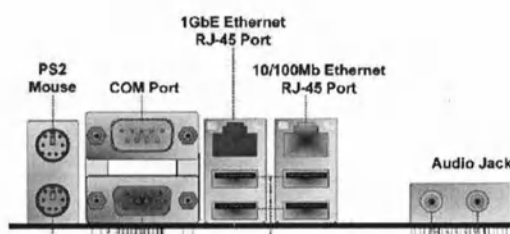

Рис.8
8. Присоединить считыватель штрих-кодов к USB разъему на задней стенке анализатора (рис. 8) и принтер.